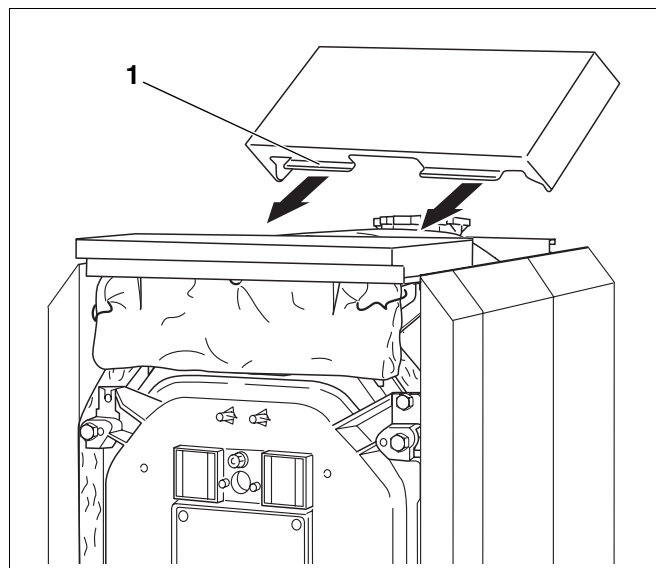

Abb. 53 Mittlere Haube montieren
- Mittlere Kesselhaube mit den Abkantungen (Abb. 53, **Pos. 1**) unter die vordere Kesselhaube schieben und in die Sicke der Seitenwände einlegen.